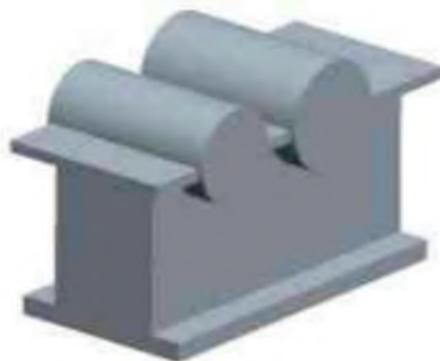

图 1-8
4) 在拉伸界面的“深度”对话框中选择 ，输入拉伸长度为 196，单击按钮或鼠标中键完成顶板实体的绘制如图 1-8 所示。